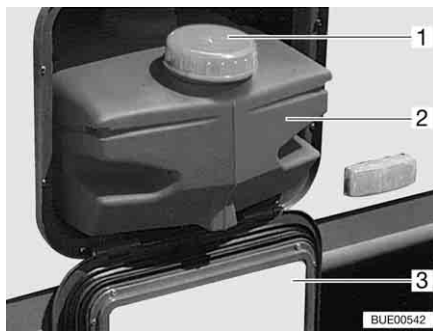

Bild 188 Vattentank 22 l
Vid transport av vattentanken: stäng den med locket (Bild 188,1).
- Öppna serviceluckan (Bild 188,3) (se kapitel 6).
- Drag ut vattentanken (Bild 188,2).
- Drag ut vattentanken (Bild 188,2) och töm den.